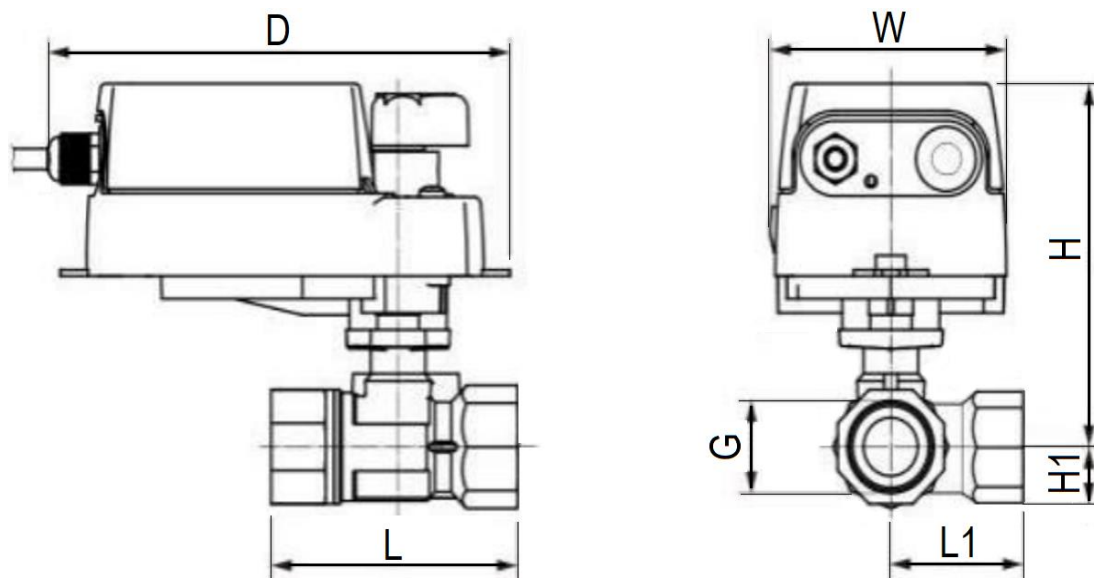

Рисунок 1.
4.4.4 После окончания проверки установить верхнюю крышку 3 электропривода (см. рисунок 1) и закрутить винт.